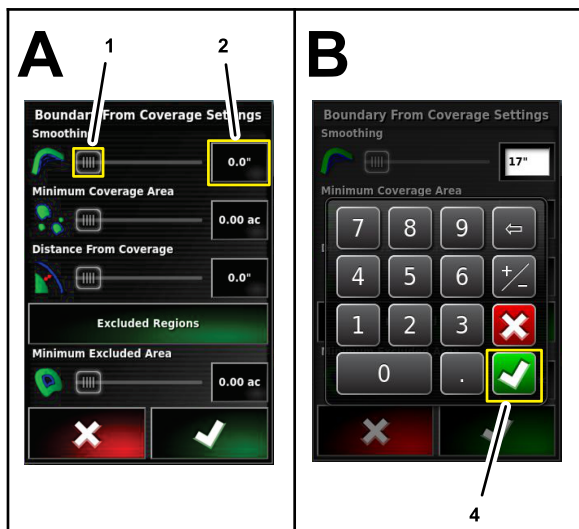

图 52
- 按平滑设置的数字图标图 52。使用显示屏键盘输入一个值然后按“确认”图标。